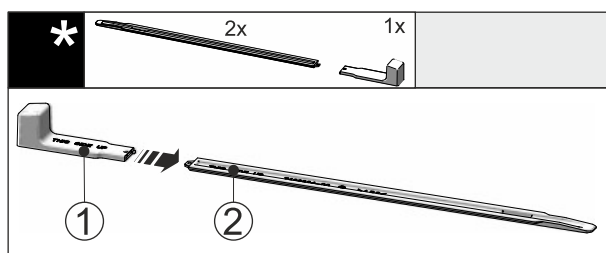

Fig. 48
- Montážní úchyt Fig. 48 (1) připevněte k nivelační liště Fig. 48 (2).